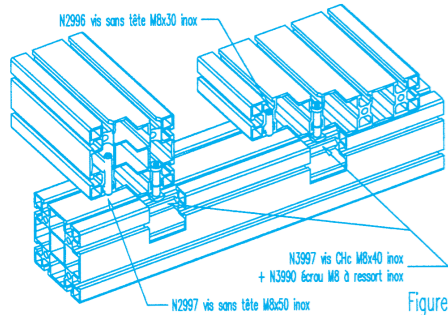

Figure 1
- dans la rainure de guidage supérieure par l'intermédiaire du profilé pour guidages linéaires N 1360 ou N 1356 avec vis M6 (fig. 1 et 2).